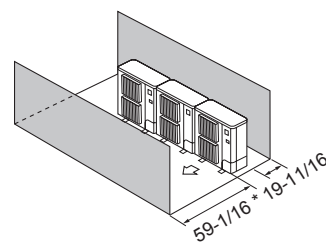

Fig. 2-15
- ④ Obstáculos en la parte delantera y trasera (Fig. 2-15)